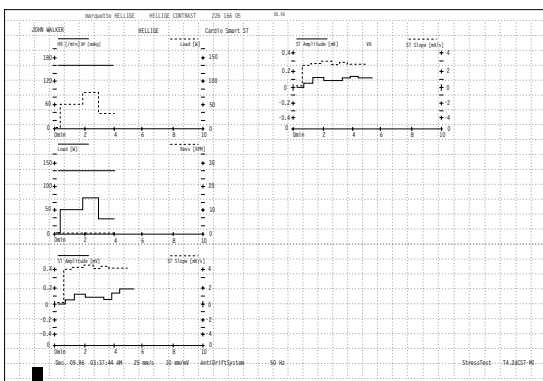

Bild 7-12. Trendkurven
- 1 Blatt mit Trendkurven der wichtigsten Parameter (Bild 7-12)